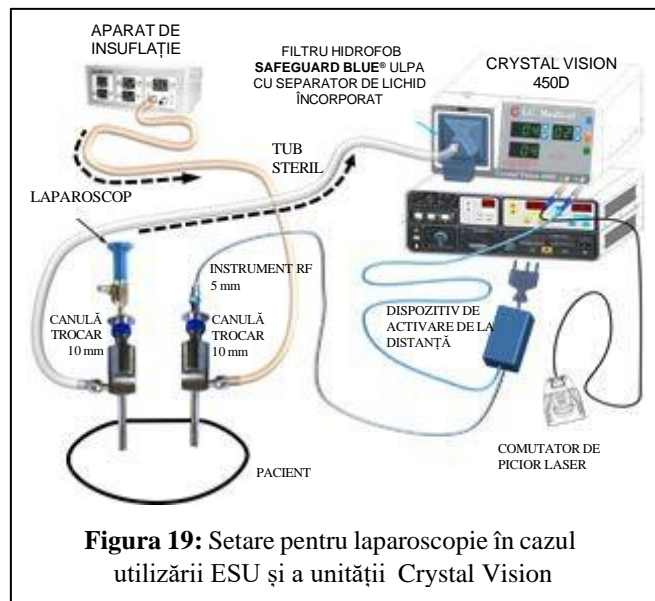

Figura 19: Setare pentru laparoscopie în cazul utilizării ESU și a unității Crystal Vision
5. D EBITUL insuflatorului trebuie să fie setat la valoarea maximă, iar presiunea trebuie setată conform necesității chirurgului. Consultați Figura 19.